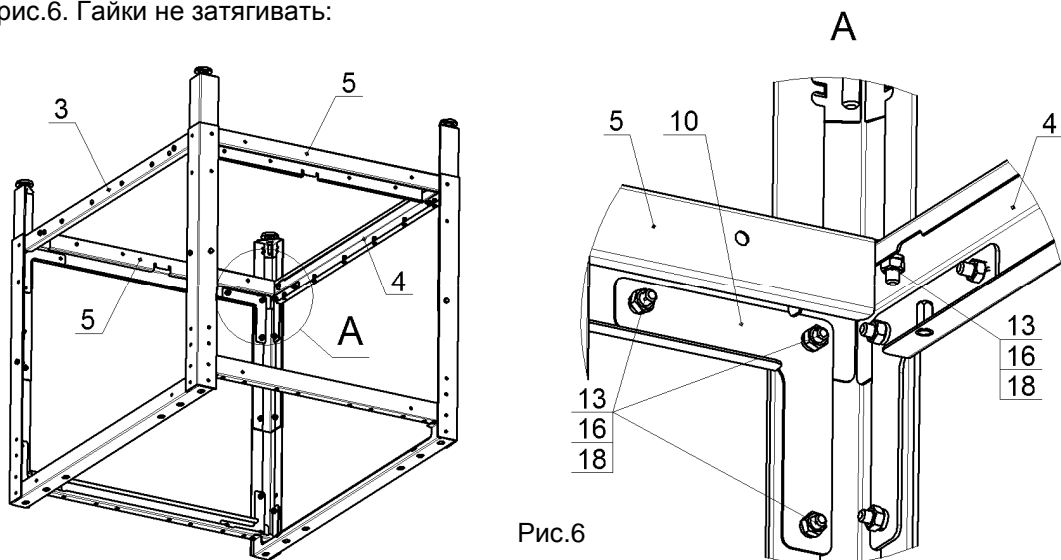

Рис.6
6. На профиль лицевой, нижний, поз.3 и профиль задний, нижний, поз.4, положить профили боковые, нижние, поз.5 (682мм) и закрепить их при помощи угольников, поз.10, болтов М6, гаек и шайб, поз.13, 16 и 18, как показано на рис.6. Гайки не затягивать: